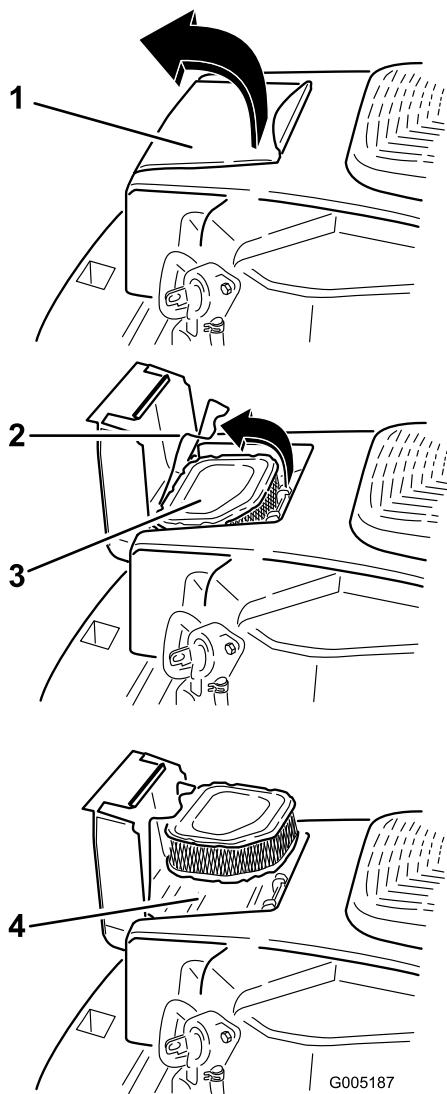

Figure 27
- Ouvrez le couvercle du filtre à air situé sur le carter de ventilateur pour accéder à l'élément du filtre à air (Figure 27).
- Ouvrez le verrou et retirez l'élément du filtre à air (Figure 27).